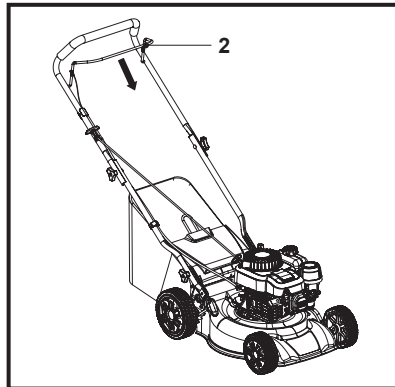

Fig. 16
1. Eliberează maneta de frână (2) pentru a opri motorul și lama (27) (Fig. 16).